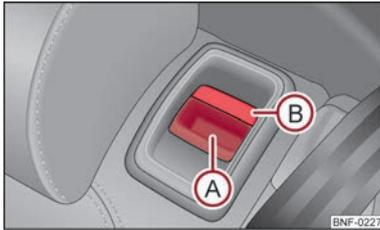

Abb. 36 Sitzlehne entriegeln
- Durch Drücken des Entriegelungsgriffs (A) ⇒ Abb. 36 entriegeln Sie die Sitzlehne und klappen Sie diese nach vorn.
- Vergewissern Sie sich, dass die rote Markierung (B) ⇒ Abb. 36 nicht mehr sichtbar ist.